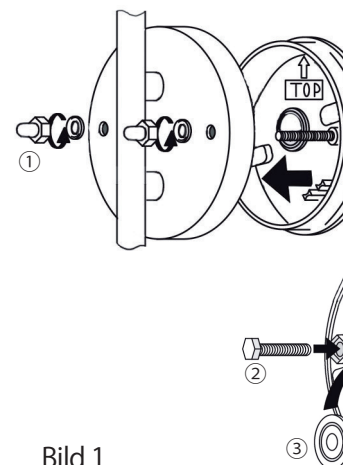

Bild 1
**Bild 1:** Die beiden Hutmuttern ① lösen und die Grundplatte abnehmen. Achten Sie das darauf, dass die beiden Schrauben ② richtig in den Sechseck-Vertiefungen sitzen. Schneiden Sie ein kleines Loch in die Kabeldichtung ③ und setzen Sie die Dichtung richtig ein.